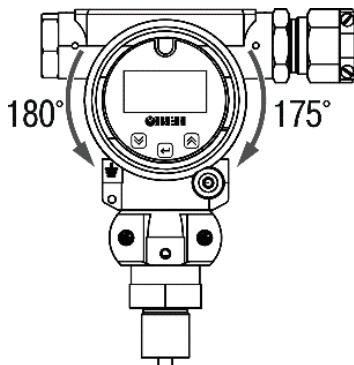

Рисунок 6.4 – Поворот ЖКИ
- 2) взяться за выступающую часть корпуса блока индикации и повернуть его на требуемый угол (см. рисунок 6.4);